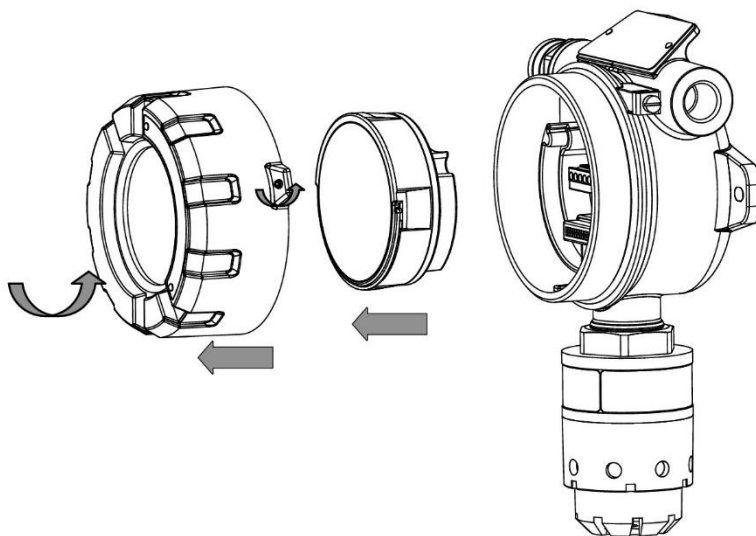

Рисунок 11 – Схема разбора ДГС ЭРИС-ФИД
- а) Открутить стопорный винт в крышке газоанализатора (Рисунок 11).